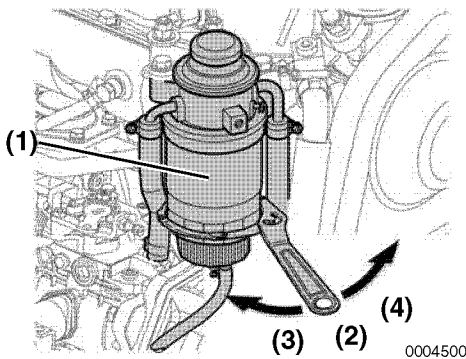

Figura 14
6. Retire la carcasa del filtro (Figura 14, (1)) con una llave de filtros (Figura 14, (2)).